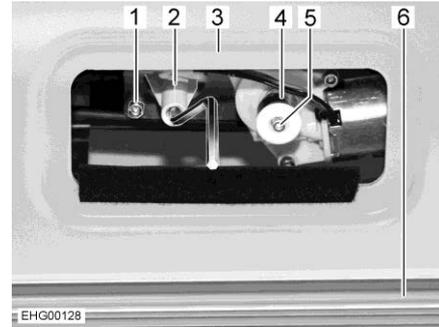

Fig. 47 Acceso al motor
- Quitar el panel quita y pon encima del revestimiento de la luna delantera (Fig. 47,3). Se tiene acceso al motor (Fig. 47,1).
- Quitar el manguito de plástico (Fig. 47,4).
- Pulsar el botón de seguridad blanco (Fig. 47,5) y mantenerlo pulsado.
- Encajar la manivela (Fig. 47,2).
- Con la manivela, desplazar el estor plegable (Fig. 47,6) hacia arriba o hacia abajo.
- Cuando ambos agarraderos estén fuera del campo de visión: volver a tirar hacia fuera el botón de seguridad (Fig. 47,5).